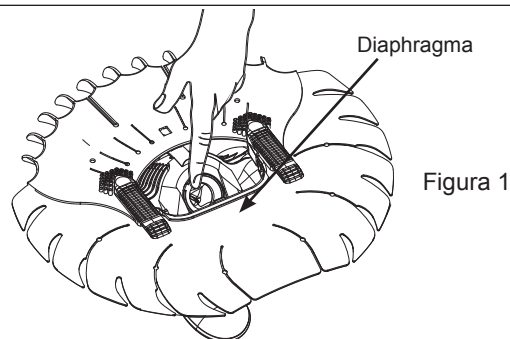

Figura 1
1. Voltee el limpiafondos (ver Figura 1).